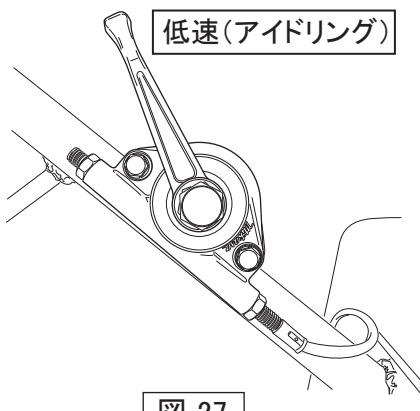

図 27
3. 調速レバーを低速(アイドリング位置)にします。(図27)